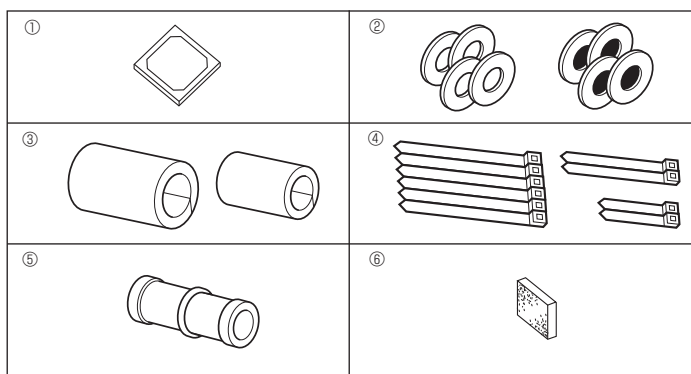

Fig. 4-1
4.1. Sjekk tilbehør til innendørsanlegget (Fig. 4-1)